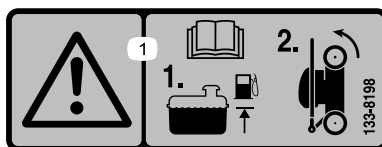

Figure 24
1. Vérifiez que le niveau de carburant dans le réservoir ne dépasse pas la limite recommandée par le constructeur du moteur; voir l'autocollant du constructeur apposé sur le moteur (Figure 24).